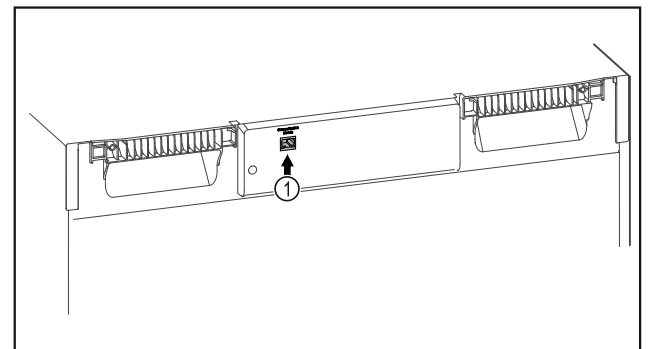

Fig. 111
- Założono SmartModule Fig. 111 (1).